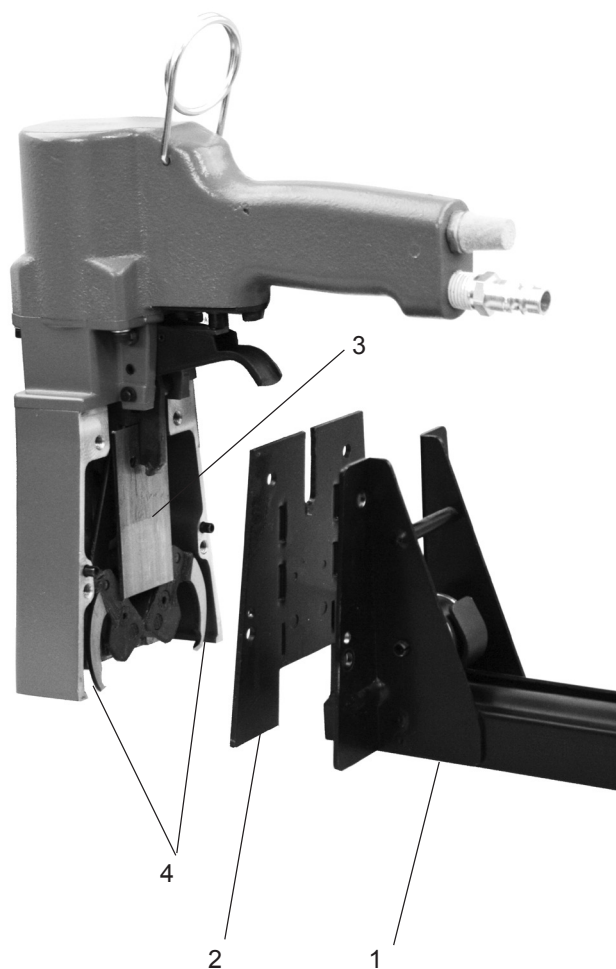

Fig. 11
- Enlever le boîtier arrière (Fig.11/2) sur le magasin.